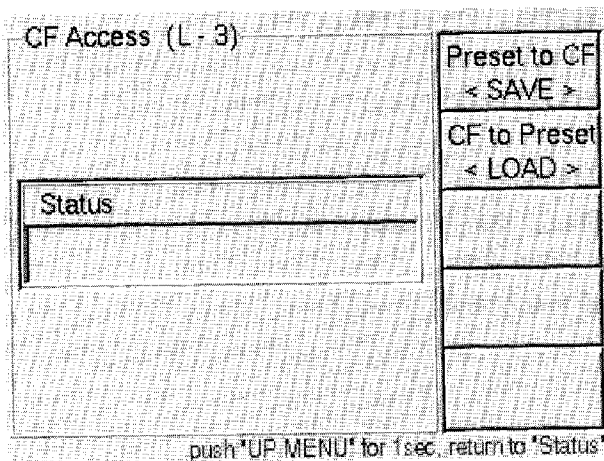
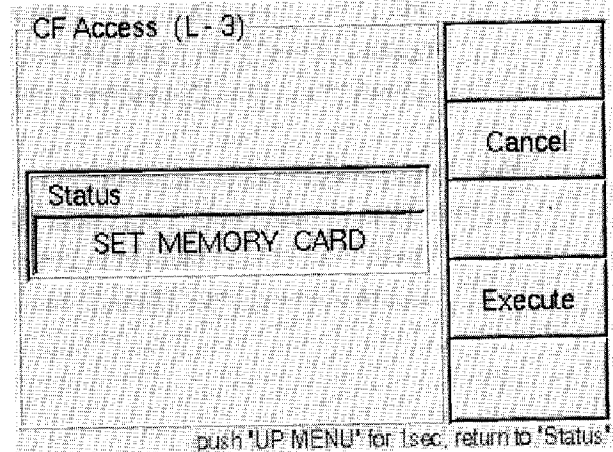
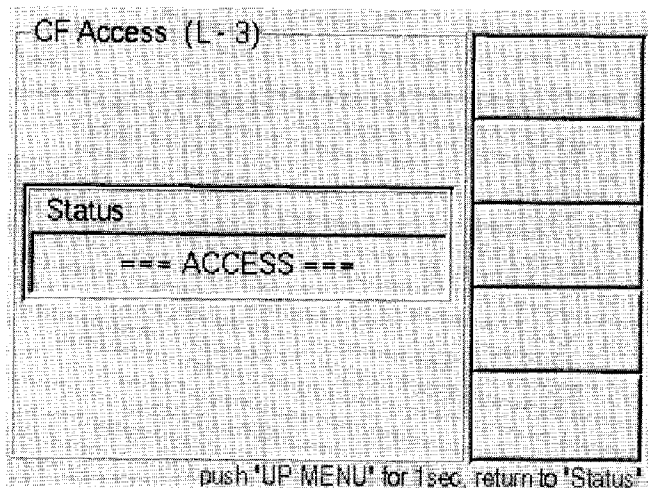

図10-7 CFアクセス (1)
図10-8 CFアクセス (2)
図10-9 CFアクセス (3)
- ③ LG3802の設定を保存する場合はPreset to CF (F1)を、CFカードの設定をLG3802にロードする場合はCF to Preset (F2)を押します。(図10-7参照)
- ④ 図10-8に示す表示に変わりますので、実行する場合はExecute (F4)を、キャンセルして戻る場合はCancel (F2)を押します。
- ⑤ 保存の場合は、CFカード内に「LG3802\_PRESET」というフォルダを自動で作成し、このフォルダ内にプリセットデータを書き込みます。ロードの場合は、「LG3802\_PRESET」フォルダの内容を読み込みプリセットに設定します。
- ⑥ アクセス中はコネクタ横のアクセスランプが点灯し、図10-9に示す表示になります。書き込みが終了するとStatus欄にメッセージが表示され、図10-7の表示に戻ります。